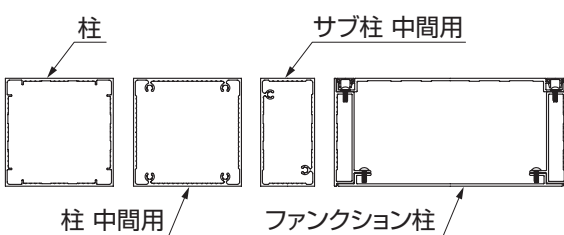

図1-3 柱断面図
- 中間柱には向きがあります。(図1-3参照) 間違えた場合、フレームに接続できません。